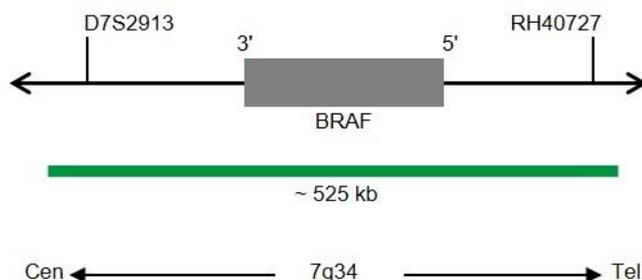

Fig. 1: Mappa della sonda SPEC BRAF (non in scala)
- Polinucleotidi (~10 ng/μl) marcati con fluorocromo ZyGreen (eccitazione 503 nm/emissione 528), le cui sequenze target mappano in 7q34* (chr7:140,266,210-140,792,511) in cui è localizzato il gene BRAF (vedere Fig. 1).